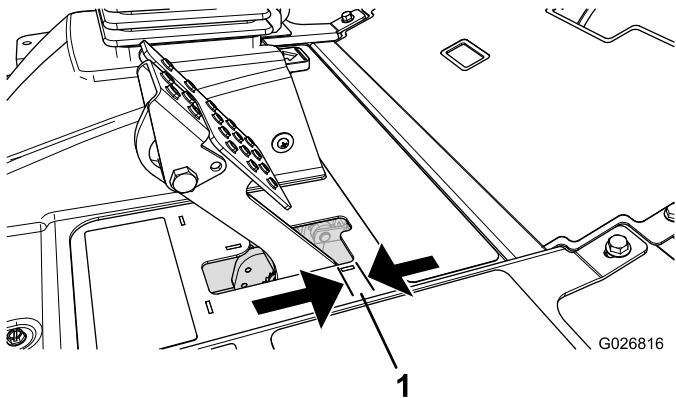

図 143
4. ブレーキペダルを軽く踏んで、ペダルの遊び抵抗なく動く距離を測定する **図 143**。
注 ブレーキペダルの「遊び」 **図 143** が 2.5 cm 以上となったり、駐車ブレーキを掛けるのに強い力が必要と感じられるようになったら、調整を行ってください。
6. **図 143** 後ナットを締めてケーブルを後方に移動させて、駐車ブレーキがホイールに作用するまでのブレーキペダルの遊びが 6-13 mm なるように調整する。